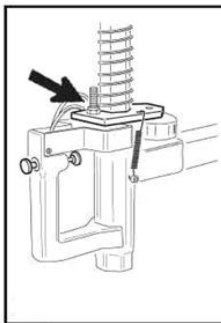

Fig. 5-4
- Si la tête de montage n'est pas verrouillée ou ne peut pas être maintenue à 2 mm au-dessus de la jante, régler la plaque de verrouillage du bras opérateur (fig. 5-4).